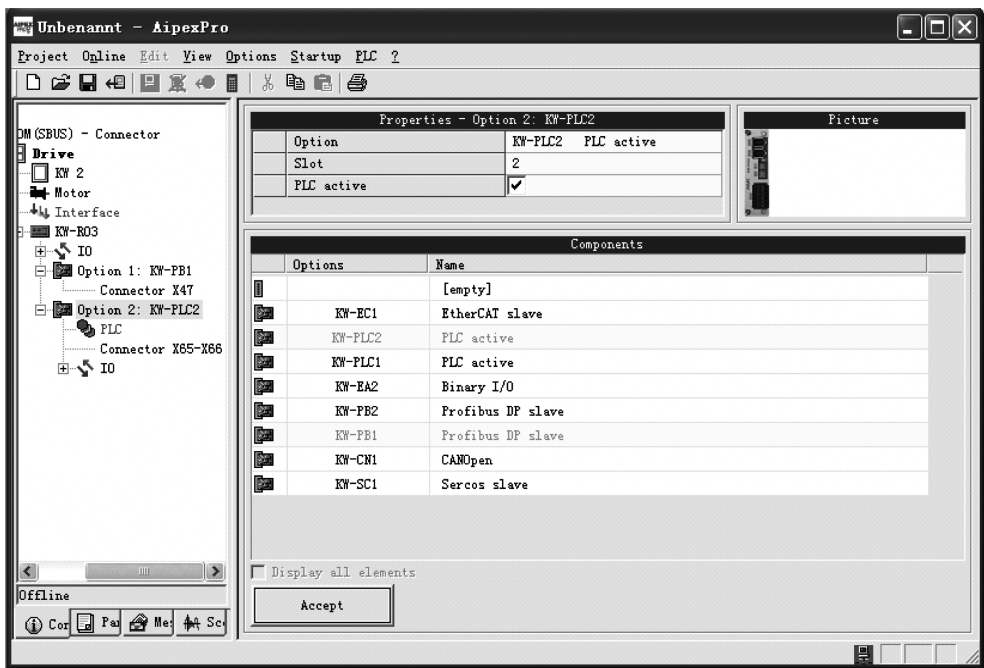

图 4-10 KW-PB1 及 KW-PLC2 板卡配置
7) 接下来配置 Option 插槽, Option1 (插槽 1) 配置为 KW-PB1 及 Option2 (插槽 2) 配置为 KW-PLC2, 如图 4-10 所示。